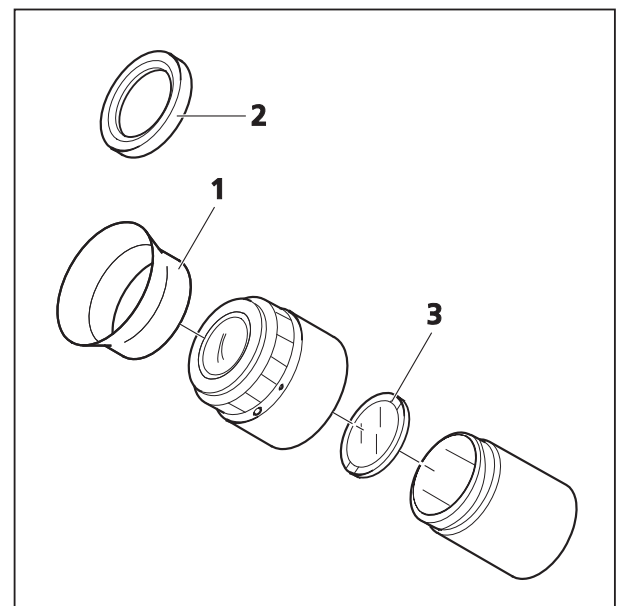

Fig. 3-7 Pose de la lame réticulée
Les oculaires marqués d'un point rouge sont prévus pour l'utilisation d'une lame réticulée (Fig. 3-7/3).
- Pour cela, retirez les ocilletons (Fig. 3-7/2) des oculaires et remplacez-les par les bonnettes (Fig. 3-7/1).